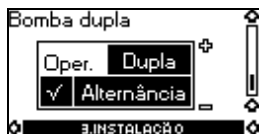

Fig. 5 Visor, bomba de cabeça dupla
Este visor (fig. 5) está disponível apenas quando o R100 está direccionado para a bomba master (1).